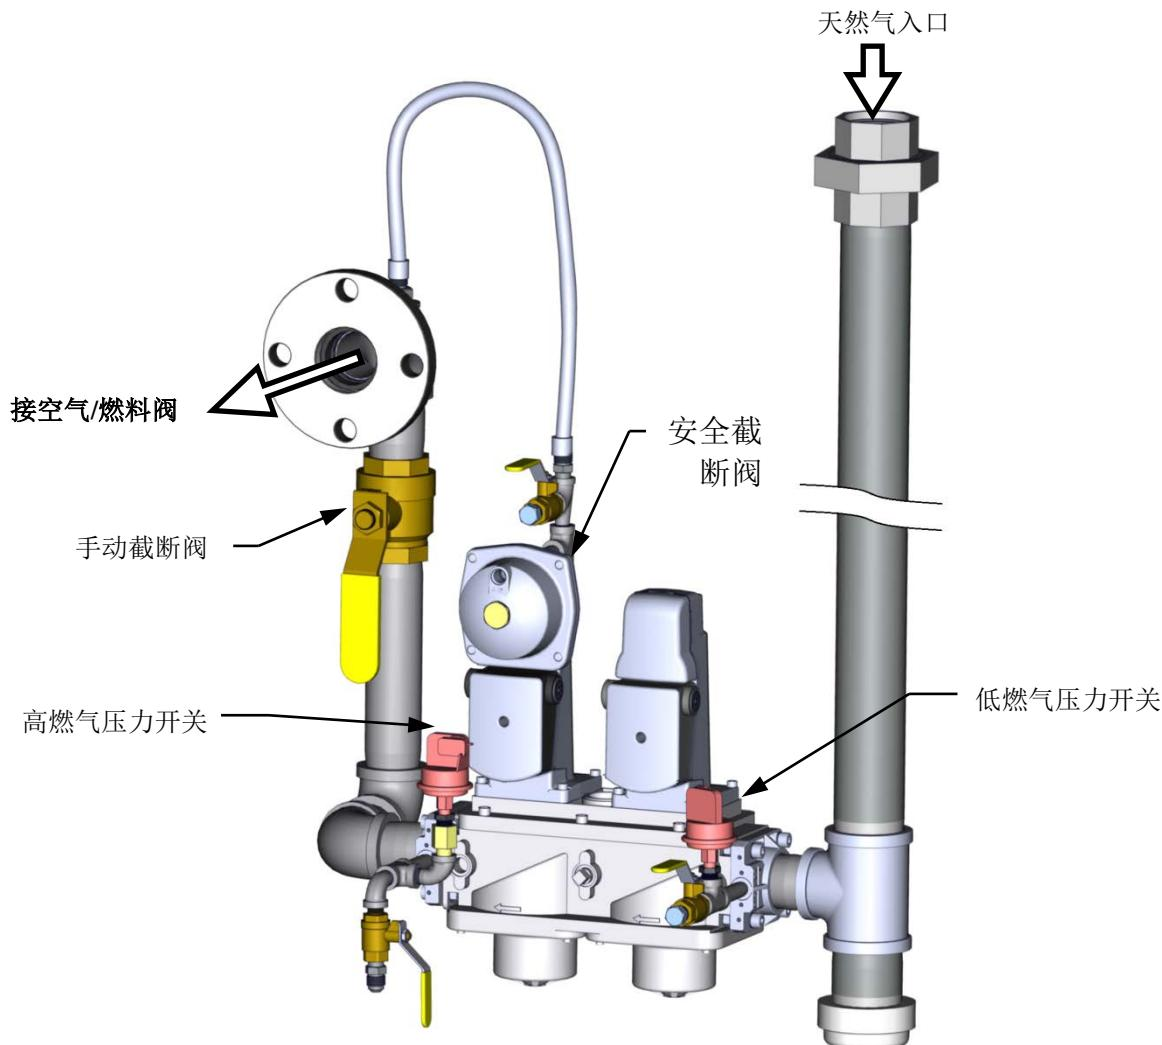

图 3-3: BMK 1500/2000: SSOV 位置
2. 设备将进行检查，确保下游安全截断阀 (SSOV) 中的关闭确认 (POC) 开关已关闭。请参见图 3-3，了解 SSOV 的位置。